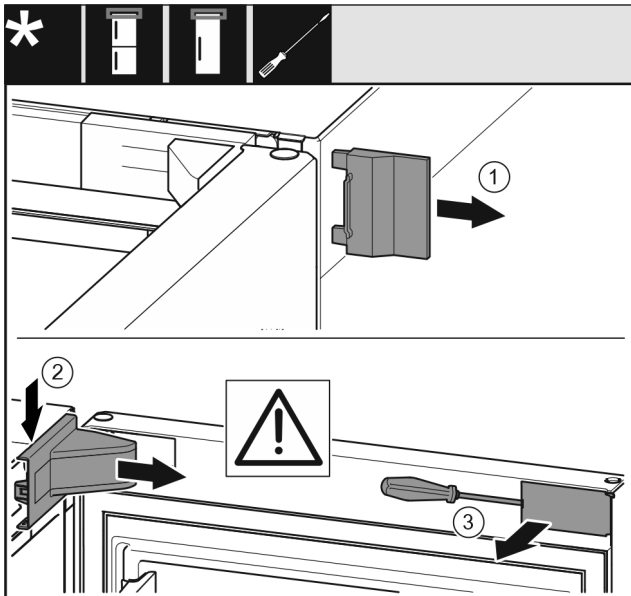

Fig. 11
- ▶ Tag den udvendige afdækning af Fig. 11 (1)
- ▶ Klik hængselkonsollens afdækning ud, og løs den. Tag hængselkonsollens afdækning af Fig. 11 (2)
- ▶ Løsn blindpladen med en flad skruetrækker, og drej den til side. Fig. 11 (3)